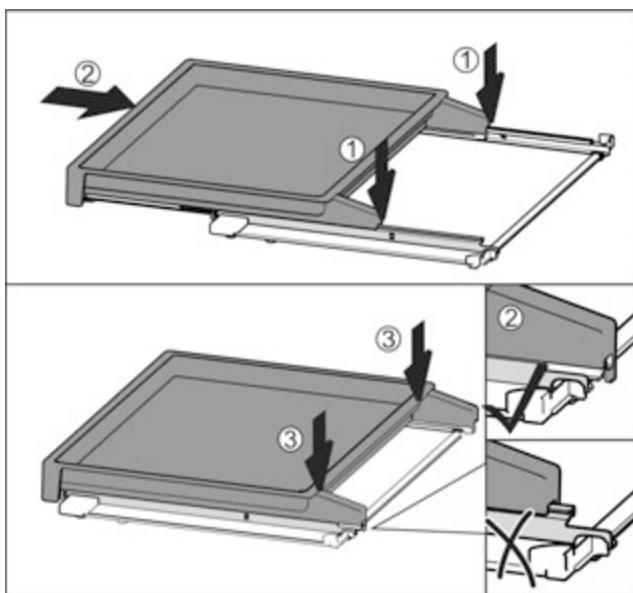

Fig. 97
- Встановіть по центру на рейки Fig. 97 (1).
► Повністю вставте витяжну панель Fig. 97 (2).
► Натиснути на задній бік, доки вона не зафіксується зі звуком Fig. 97 (3).